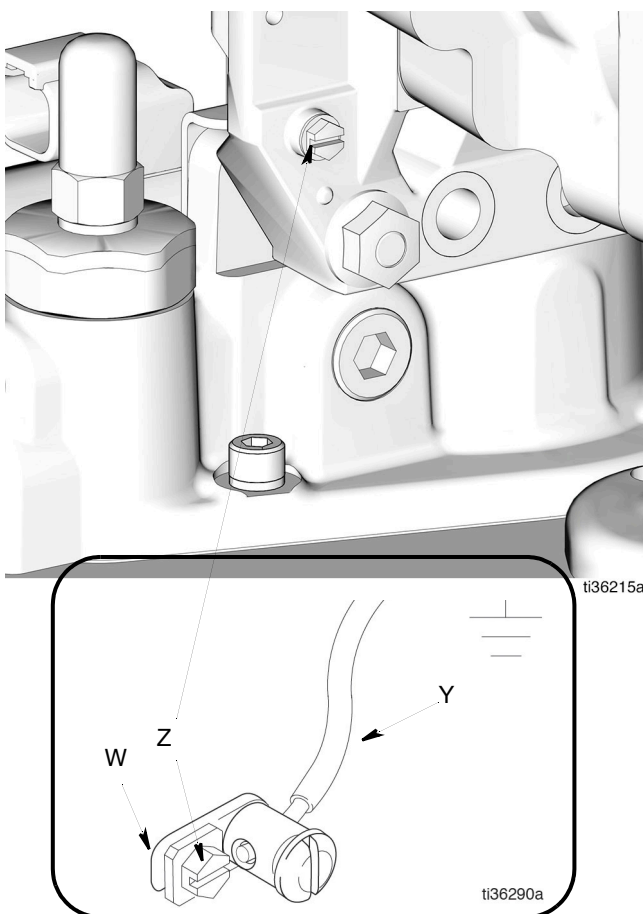

FIG. 1
Pour mettre la pompe à la terre : retirez la vis de mise à la terre (Z) située au dos du boîtier de vitesses et insérez-la dans l'œillet de la cosse à anneau (W) à l'extrémité du fil de terre (Y). Revissez la vis de mise à la terre (Z) sur la pompe et serrez-la bien. Raccordez l'autre extrémité du fil de terre (Y) à une vraie terre (FIG. 1). Pour commander un fil de terre et un serre-câble, indiquez le n° de pièce 222011.